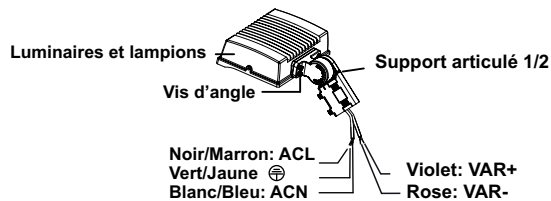

Fig. 10
- 2.) Connectez les fils d'entrée CA du support de montage aux fils d'alimentation électrique (**Fig. 10**). Posez les fils dans le poteau et mettez le raccord sur le poteau. Fixez le raccord sur le poteau en serrant les boulons de verrouillage.